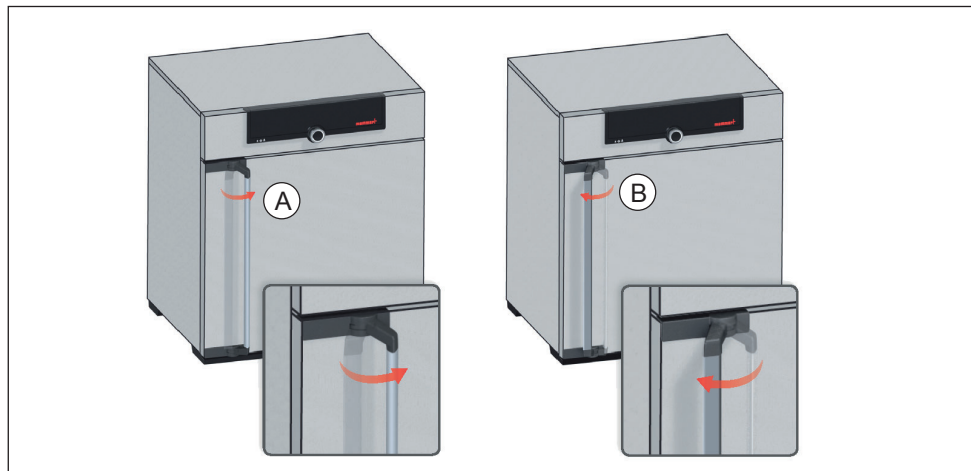

Bild 15 Öppna och stänga dörren
- ▶ För att öppna dörren drar du handtaget åt sidan (åt vänster eller höger, beroende på dörrvariant Bild 15, A). Dörren öppnas på glänt så att innerutrymmet kan ventileras vid hög temperatur. Dörren kan sedan öppnas helt (B).
- ▶ Om du vill stänga trycker du på dörren och trycker handtaget åt sidan (C).